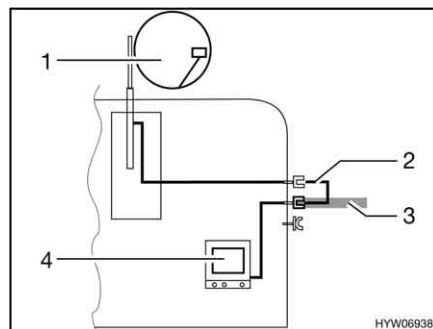

Fig. 129 TV dans le véhicule
- TV dans le véhicule (Fig. 129,4) : Raccord à l'antenne sur le toit (Fig. 129,1) avec câble d'alimentation (Fig. 129,2)
- TV dans le véhicule (Fig. 129,4) : Raccord à l'antenne extérieure (Fig. 129,3)